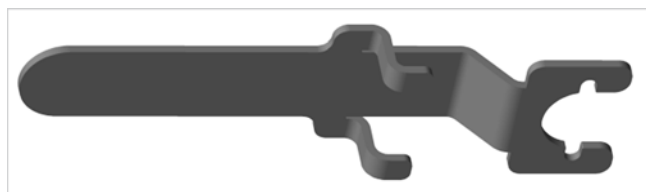

Fig. 1: Llave Fera con forma de batiente
- Llave Fera con forma de batiente, ➔ Fig. 1